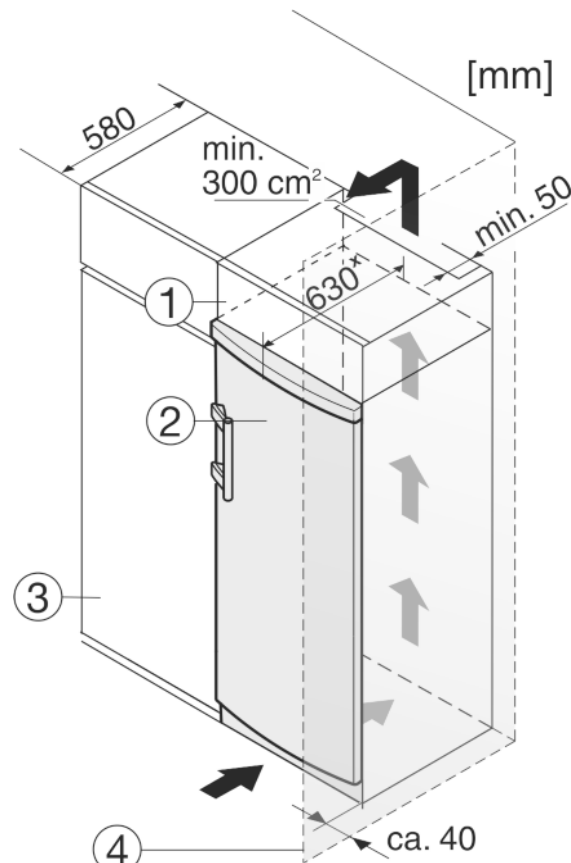

Fig. 9
L'appareil peut être entouré de meubles de cuisine. Pour adapter l'appareil Fig. 9 (2) à la hauteur des placards de la cuisine intégrée, on peut placer un élément haut Fig. 9 (1) au-dessus de l'appareil.
Lors de la transformation avec des placards de cuisine (profondeur max. 580 mm), l'appareil peut être placé directement à côté du placard de cuisine Fig. 9 (3). L'appareil dépasse latéralement de 34 mmx et de 50 mmx au centre de l'appareil par rapport à la face avant du placard de cuisine.
Si l'appareil est installé avec les charnières à côté d'un mur Fig. 9 (4), la distance entre l'appareil et le mur doit être de 40 mm min. Ceci correspond à la saillie de la poignée lorsque la porte est ouverte.